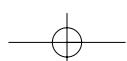

**Рис. 1** Шкаф управления пожарными насосами. Внешний вид.
Внешний вид ШУПН Control MX, расположение органов управления и ламп световой индикации представлено на рис. 1. (может отличаться для ШУПН различного исполнения)
Переход в режим «Автомат» осуществляется с помощью переключателя «Руч0Авт» на двери (см. рис.1 и табл.1 №1). В этом режиме горит лампочка индикации «АВТ» (см. рис.1 и табл.1 №10).
- основной насос работает и может быть отключен только вручную переключателем «Руч0Авт» на двери (см. рис.1 и табл.1 №1);
- на панели шкафа загорается красная лампа «Авария Н1» на двери (см. рис.1 и табл.1 №7);
- резервный насос работает и может быть отключен только вручную переключателем «Руч0Авт» на двери (см. рис.1 и табл.1 №1);
- на панели шкафа загорается лампа «Авария Н2» (см. рис.1 табл.1 №7);
Переход в режим «Ручной» осуществляется с помощью переключателя «Руч0Авт» на двери (см. рис.1 и табл.1 №1). В этом режиме горит лампочка индикации «РУЧ» (см. рис.1 и табл.1 №10).